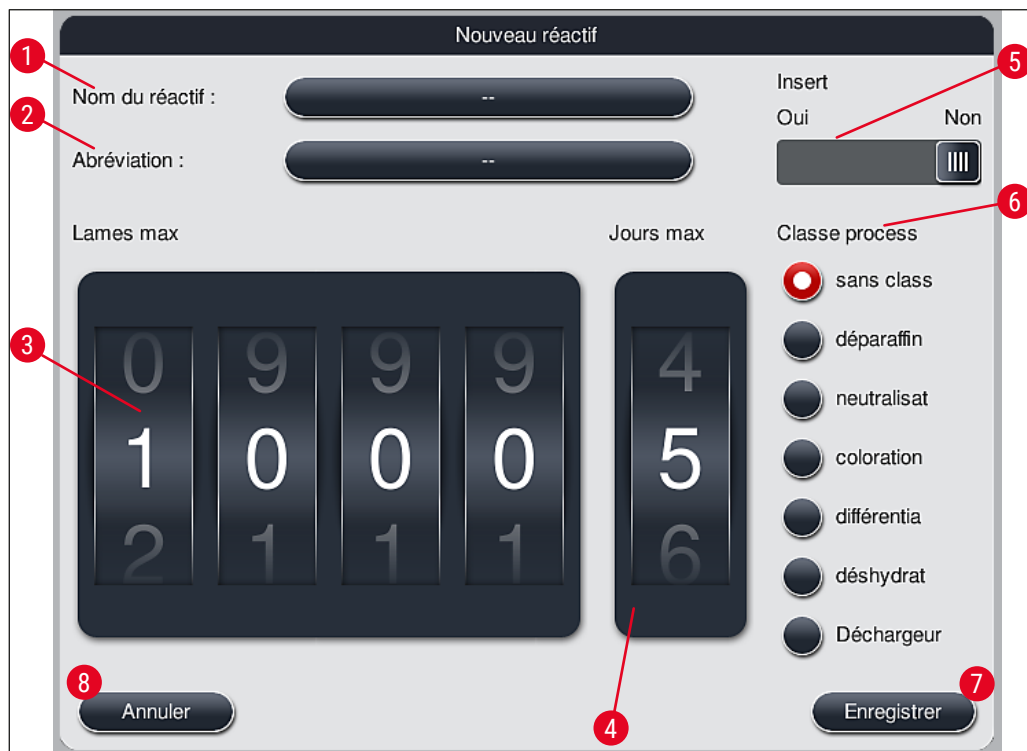

Fig. 39
- Une fenêtre de saisie (→ "Fig. 39") s'ouvre pour la création du nouveau réactif.